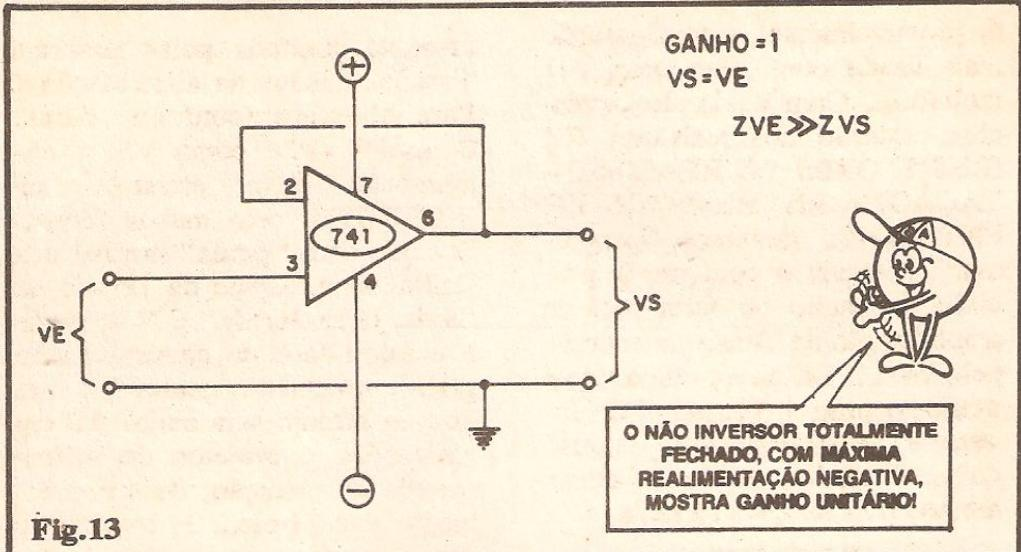

Fig.13
- FIG. 13 - AMPLIFICADOR NÃO INVERSOR "TOTALMENTE FECHADO" - Observando o arranjo mostrado no diagrama, o Leitor/"Aluno" verá algo que parece conflitar com o que foi dito aí atrás, sobre "realimentar uma parte do sinal"... É verdade: nessa configuração, a realimentação negativa (feita, portanto, à Entrada Inversora do 741) é total! Não há nenhum divisor de Tensão ou dimensionador resisti-